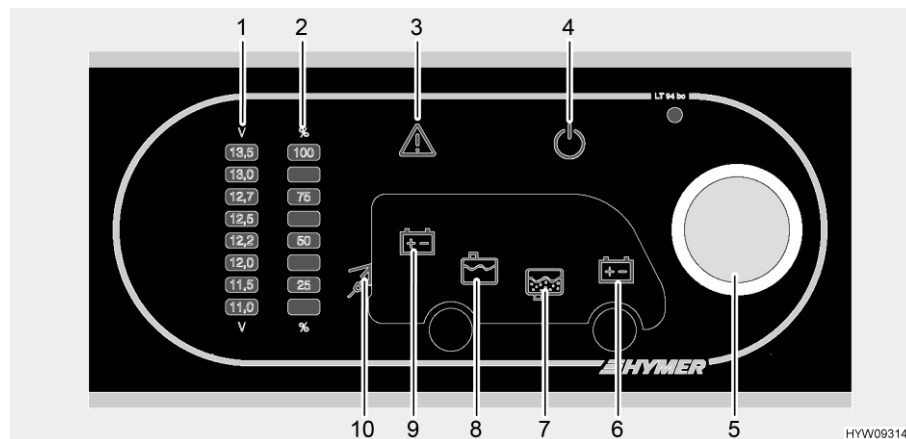

Fig. 105 Panneau de contrôle (LT 94)
Le bouton rotatif (Fig. 105,5) allume ou éteint le panneau de contrôle et l'alimentation 12 V de la cellule.
Allumer : ■ Appuyer sur le bouton rotatif (Fig. 105,5) : L'alimentation 12 V de la cellule est assurée. Le voyant de contrôle 12 V (Fig. 105,4) est allumé.
Éteindre : ■ Appuyer sur le bouton rotatif (Fig. 105,5) : L'alimentation 12 V de la cellule est coupée. Le voyant de contrôle 12 V (Fig. 105,4) s'éteint.
Le bouton rotatif (Fig. 105,5) permet de s'informer sur la tension de la batterie de cellule ainsi que sur celle de la batterie de démarrage. La tension est indiquée sur le cadran de la tension de batterie (Fig. 105,1).
Affichages : ■ Tourner le bouton rotatif (Fig. 105,5) jusqu'à ce que le symbole de la batterie dont on désire connaître la tension s'allume.
La tension de la batterie de cellule est indiquée (Fig. 105,9)
La tension de la batterie de démarrage est indiquée (Fig. 105,6)
- Relever la tension sur le cadran de la tension de batterie (Fig. 105,1). Les tableaux suivants vous aideront à interpréter correctement la tension de batterie indiquée.
Le bouton rotatif (Fig. 105,5) permet de s'informer sur le niveau du réservoir d'eau ainsi que sur celui du réservoir d'eaux usées. Le niveau est indiqué sur le cadran de niveau du réservoir (Fig. 105,2).
- Tourner le bouton rotatif (Fig. 105,5) jusqu'à ce que le symbole du réservoir dont on désire connaître le niveau s'allume.
Affichage du niveau de remplissage du réservoir d'eau (Fig. 105,8)
Affichage du niveau de remplissage du réservoir d'eaux usées (Fig. 105,7)
- Relever le niveau sur le cadran de niveau du réservoir (Fig. 105,2).
Le voyant d'alerte Alarme (Fig. 105,3) clignote dès que des seuils définis sont dépassés vers le haut ou le bas.
Le voyant d'alerte Alarme (Fig. 105,3) clignote dès que la tension de la batterie n'atteint plus 11 V. Quand l'alimentation 12 V est active, le symbole de batterie correspondant (Fig. 105,6 ou 9) est de plus allumé et l'affichage "11,0" clignote sur le cadran de la tension de batterie (Fig. 105,1). Menace de décharge profonde.
Le voyant d'alerte alarme (Fig. 105,3) clignote et le symbole de réservoir correspondant (Fig. 105,7 ou 8) s'allume dès que le réservoir d'eau est vide ou celui des eaux usées plein.
Le voyant de contrôle 230 V (Fig. 105,10) s'allume si l'arrivée du bloc électrique est sous tension de réseau.